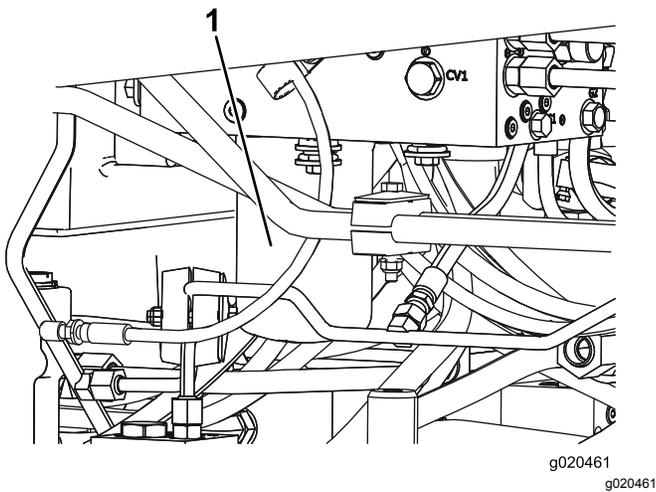

Bild 69
7. Wiederholen Sie diese Schritte für den anderen Filter (Bild 69).